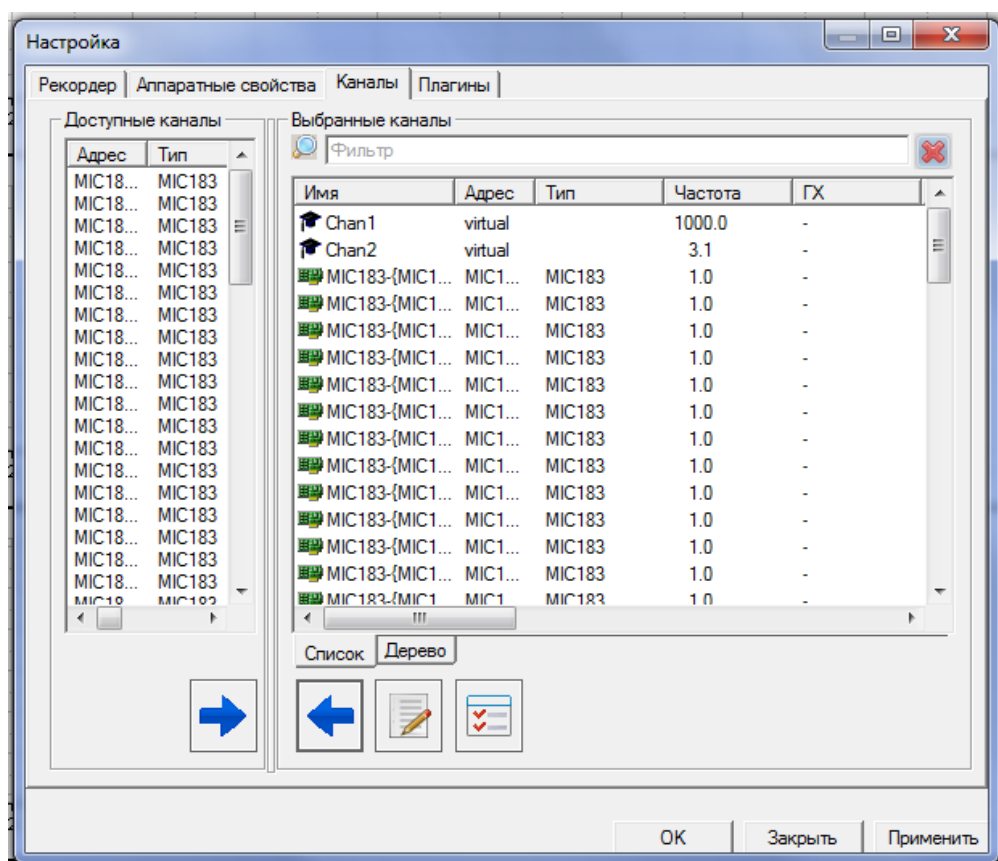
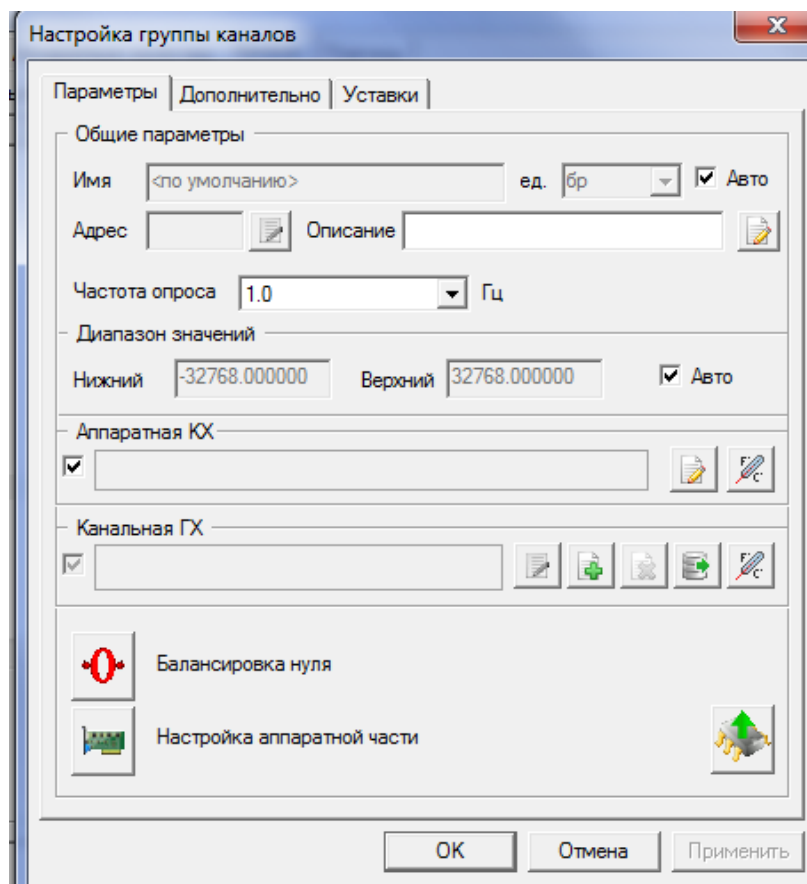

Рис. 15. Окно «Настройка». Закладка «Каналы»
Рис. 17. Настройка группы каналов
2.2.4.10 Закладка «Каналы» окна «Настройка» (см. Рис. 15) предназначена для выбора каналов, результаты измерений по которым должны быть зарегистрированы.
2.2.4.11 Для проведения настройки группы каналов необходимо в списке «Выбранные каналы» на закладке «Каналы» окна «Настройка» (см. Рис. 15) выбрать каналы (не менее 2), которые требуется настроить, затем нажать правую кнопку «мыши» в области выделения. В открывшемся контекстном меню выбрать пункт «Свойства». В результате будет выведено окно «Настройка группы каналов» (См. Рис. 17). Дальнейший порядок настройки описан в п.2.3.4.10.
2.2.4.13 Перед проведением измерений (регистрацией сигналов) и перед проведением градуировки каналов следует производить балансировку каналов. Во время балансировки датчики измерительных каналов и соответствующие датчики каналов термокомпенсации должны находиться в ненагруженном состоянии. Для проведения балансировки необходимо в списке «Выбранные каналы» на закладке «Каналы» окна «Настройка» (см. Рис. 15) выбрать каналы, которые требуется балансировать, затем нажать правую кнопку «мыши» в области выделения. В открывшемся контекстном меню выбрать пункт «Свойства». В результате будет выведено окно «Настройка группы каналов» (См. Рис. 17).
- Остановив «ПРОСМОТР», перейти в окно Рис. 17 и подключить Калибровочный шунт к тестируемому каналу;